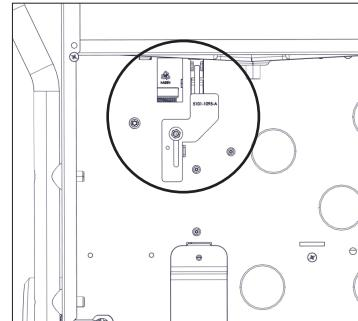

Fig. 6: Övre skyddsplåt i ursprungligt läge
2. Lossa muttern på skyddsplåten vid microbrytaren. Skjut plåten uppåt för att täcka microbrytaren, och dra åt muttern igen (fig. 6 &7).